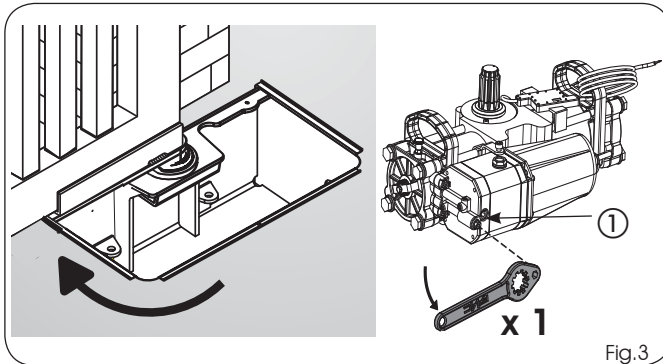

Fig.3
- 2) Consultando las instrucciones del capítulo 7.1, actúe en el desbloqueo oleodinámico del operador girando la palanca (Fig.1 ref.⑥) o regulando con la llave adecuada (Fig.1 ref.⑩) el tornillo de desbloqueo (Fig.3 ref.①).